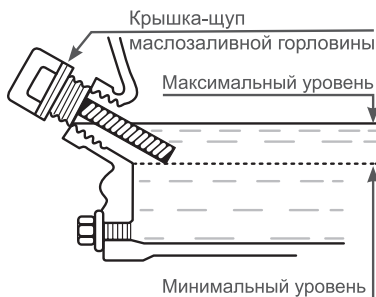

Рис. 8. Крышка-щуп маслосазливной горловины
2. Открутите крышку-щуп маслосазливной горловины и извлеките щуп (Рис. 8).
2. Выкрутите крышку-щуп маслосазливной горловины и извлеките щуп (Рис. 8).